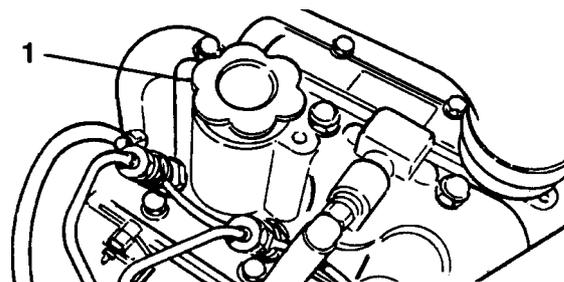

Fig. 2
3. Se il livello è basso, togliere il tappo di riempimento (Fig. 2) e rabboccare con piccole quantità di olio, controllando frequentemente finché il livello raggiunge la tacca di pieno (FULL) sull'asta.